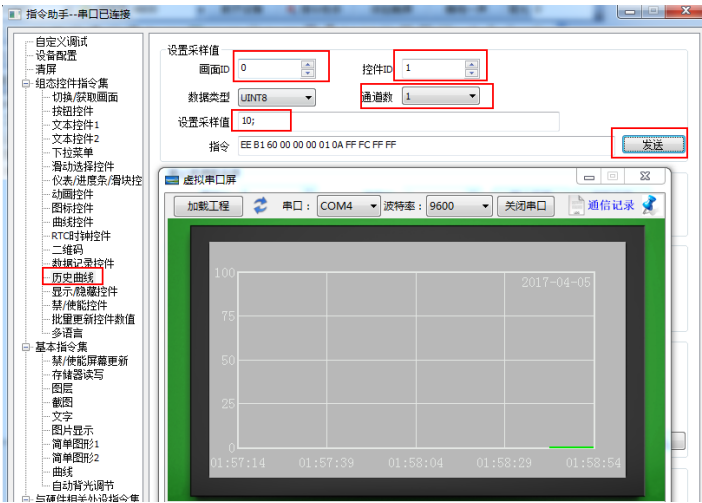

图 4-4 选择通道数 1
- 4、 使用指令助手，画面 ID→0，控件 ID→1，通道数→1，采样值 10，发送后效果如图 4-4 所示。观察曲线，采样值没有变化。